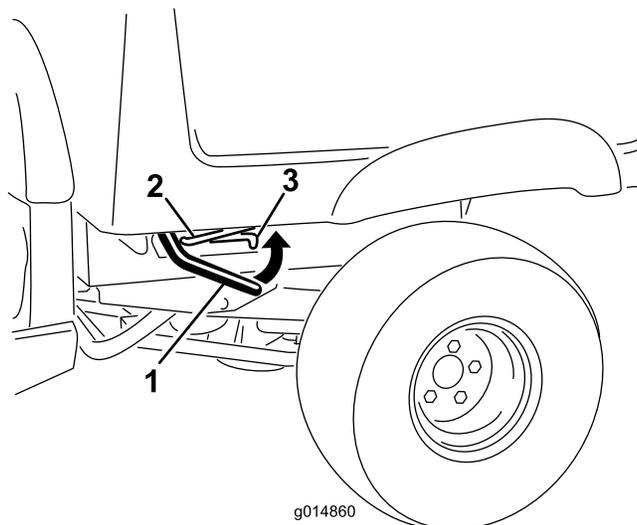

Figura 14
1. Com a alavanca em cada um dos lados, levante a caixa (Figura 14).
2. Prenda a caixa com a barra de apoio na ranhura de bloqueio (Figura 14).